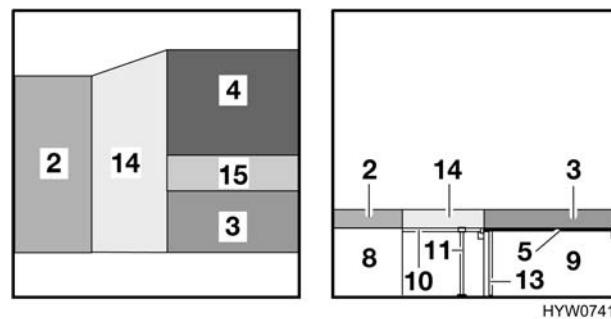

Fig. 100 Dopo la trasformazione
- Collocare il cuscino dello schienale (Fig. 100,3) della dinette centrale sul piano del tavolo.
- Piazzare il cuscino aggiuntivo piccolo (Fig. 100,15) tra il cuscino del divano (Fig. 100,4) e il cuscino dello schienale (Fig. 100,3).
- Appoggiare il cuscino aggiuntivo grande (Fig. 100,14) sulla prolunga del cassone letto.